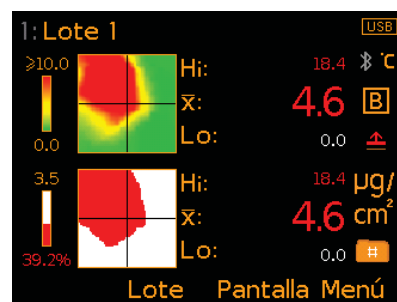

Fig. 8: Mapa de densidad de sal y pasa/fallo de mapa
- **Mapa de densidad de sala (Fig. 8);** proporciona una indicación visual de la densidad de contaminación salina sobre el área de prueba. Los niveles de sales solubles se ilustran utilizando un sistema de contornos verdes y rojos; verdes para áreas de concentración salina muy baja o no contaminadas; amarillos para áreas con concentración salina media, y rojos para áreas con niveles de contaminación salina que superan el rango definido de la escala del mapa.